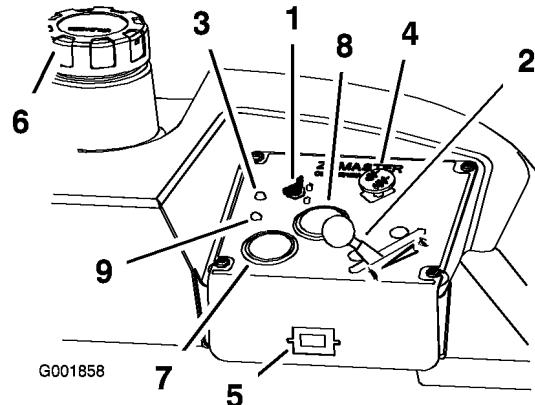

Figure 12
4. Placez la commande de prise de force (PDF) en position désengagée (Figure 12).
5. Réglez la manette d'accélérateur à mi-course (Figure 12).
6. Tournez la clé dans le sens horaire en position de marche (Figure 12). Le témoin de préchauffage s'allume.